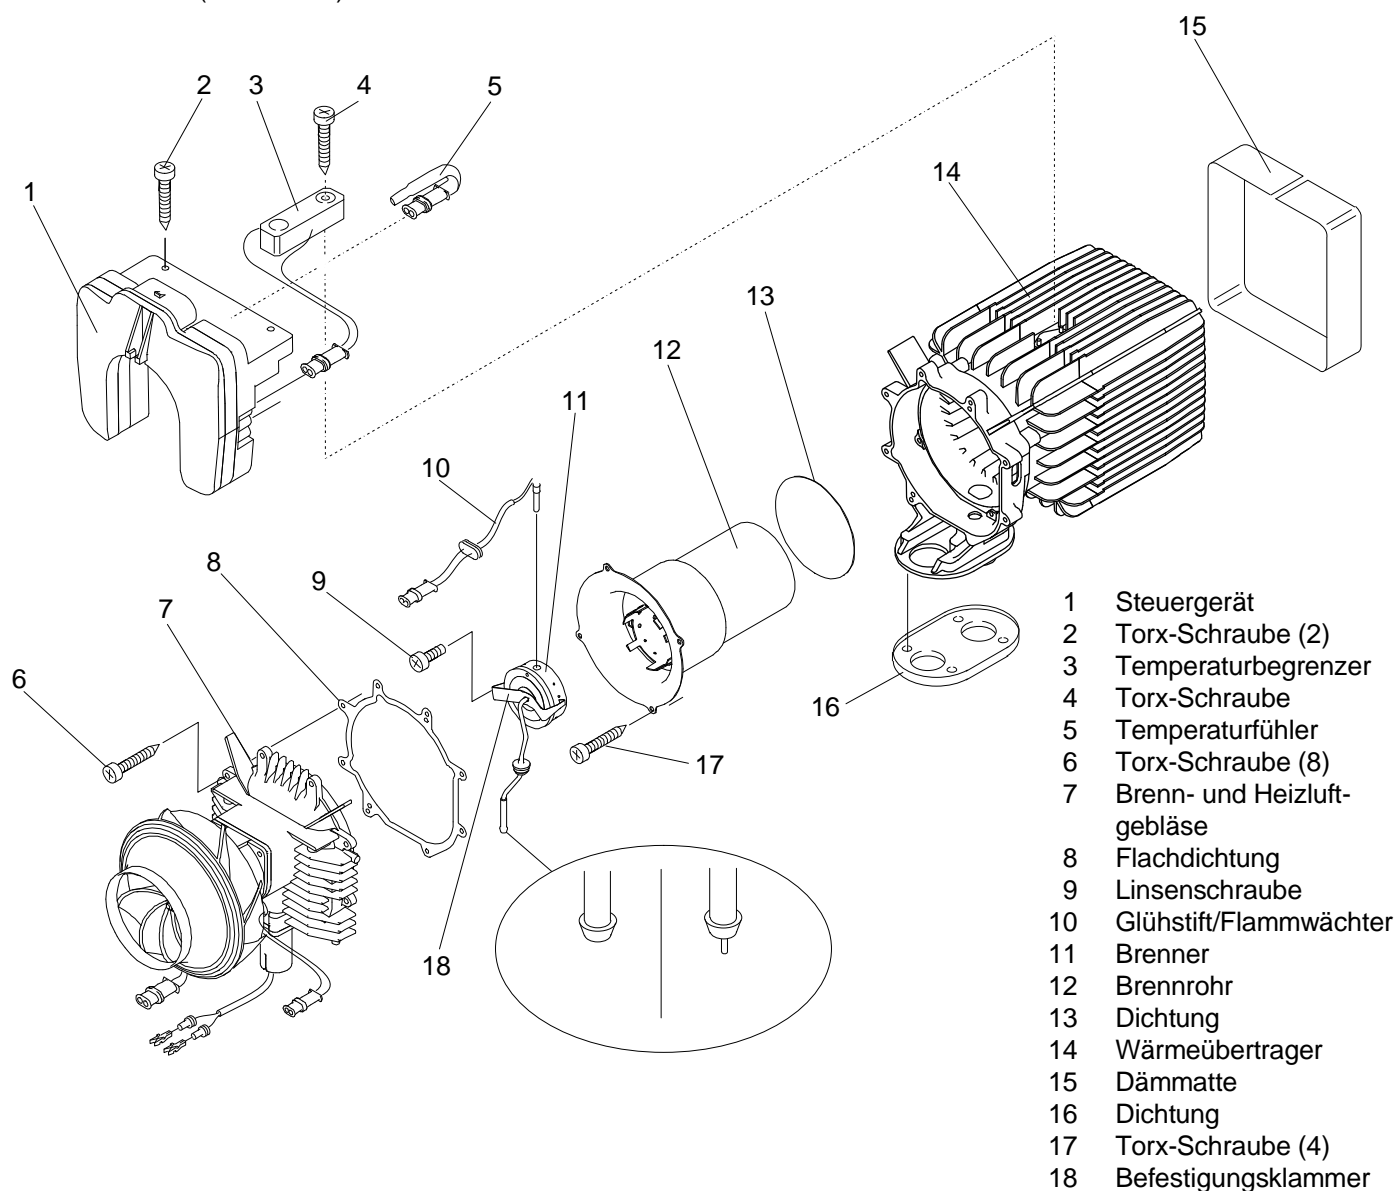

Abb. 902 Zerlegung und Zusammenbau
2. Temperaturfühler (5, Abb. 902) am Steuergerät (1) abziehen und entfernen.
1. Temperaturfühler (5, Abb. 902) am Steuergerät einstecken.
2. Dämmatte (15, Abb. 902) entfernen.
3. Stecker des Temperaturbegrenzers (3) am Steuergerät (1) trennen.
4. Torx-Schraube (4) entfernen.
5. Temperaturbegrenzer (3) abnehmen und entfernen.
1. Temperaturbegrenzer (3, Abb. 902) in Einbaulage bringen und mit Torx-Schraube (4) befestigen.
2. Schraube (4) mit 3,0 Nm anziehen.
3. Stecker des Temperaturbegrenzers (3) am Steuergerät (1) anschließen.
4. Dämmatte (15) aufsetzen.
3. Alle Steckverbindungen am Steuergerät (1) trennen.
4. Torx-Schrauben (2) entfernen.
5. Steuergerät (1) Richtung Lüfter schieben und entfernen.
1. Steuergerät (1, Abb. 902) am Brenn- und Heizluftgebläse (7) einsetzen, Richtung Gebläsegehäuse schieben und mit Torx-Schrauben (2) befestigen.
3. Alle Steckverbindungen am Steuergerät (1) herstellen.
3. Dichtung (16) entfernen.
5. Torx-Schrauben (6) entfernen.
6. Antrieb komplett mit Brenn- und Heizluftgebläse (7) abziehen und entfernen.
7. Flachdichtung (8) entfernen und aussondern.
1. Neue Flachdichtung (8, Abb. 902) am Flansch des Wärmeübertragers (14) aufsetzen.
2. Brenn- und Heizluftgebläse (7) in Zusammenbaulage bringen und mit Torx-Schrauben (6) befestigen.
4. Dichtung (16) aufsetzen.
6. Dämmatte (15) aufsetzen.
2. Dämmmatte (15, Abb. 902) entfernen.
5. Befestigungsklammer (18) des Brenners (11) lösen (aushebeln).
6. Tülle des Glühstifts/Flammwächters (10) aus dem Gehäuse des Wärmeübertragers (14) herausdrücken.
7. Ggf. Sicherungslasche für die Kabel des Glühstifts/Flammwächters (10) am Brennrrohr (12) vorsichtig aufbiegen.
8. Brenner (11) herausziehen.
9. Linsenschraube (9) entfernen.
10. Glühstift/Flammwächter (10) aus dem Brenner (11) herausziehen und entfernen.